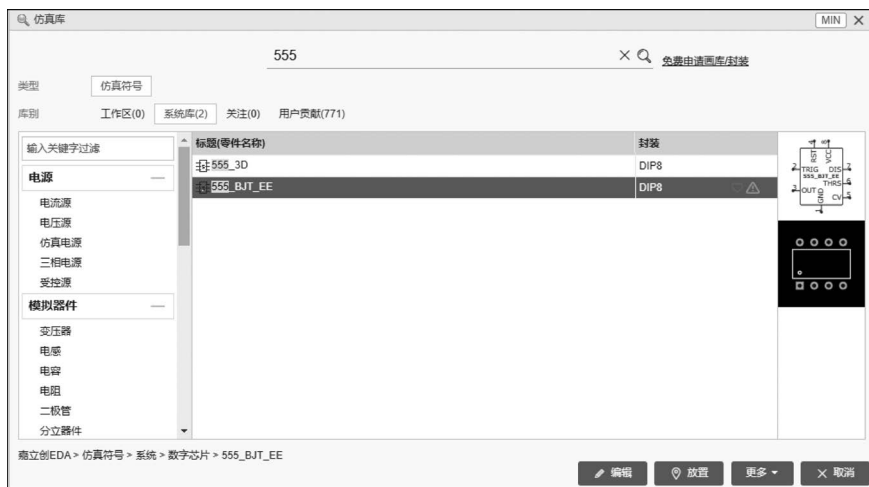

图 3-32 在“仿真库”中查找器件界面
(1) 在嘉立创 EDA 界面左侧单击“仿真库”按钮,在“仿真库”对话框中输入 555 器件进行搜索,在“系统库”中找到该器件,如图 3-32 所示,选中 555_BJT_EE 器件并单击“放置”按钮将该器件放到原理图中。